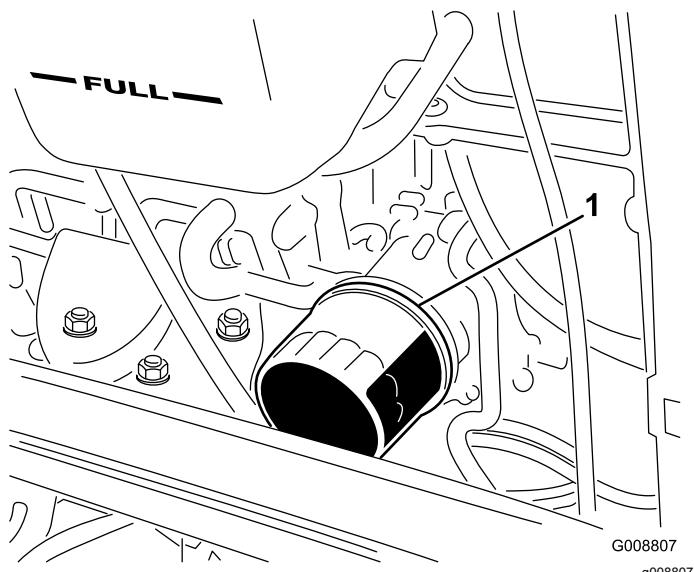

Figure 75
- 4. Déposez le filtre à huile (Figure 75).